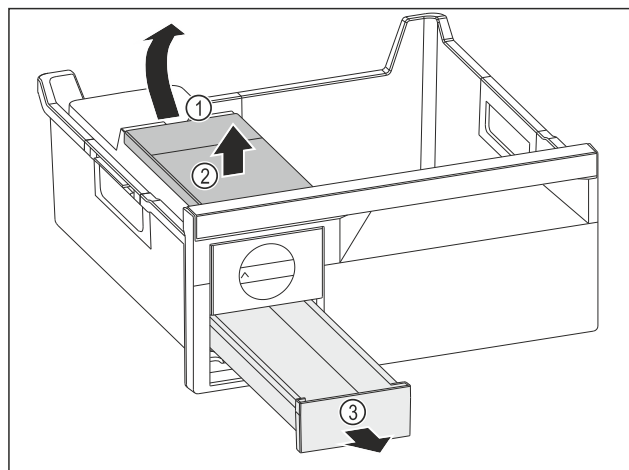

Fig. 116
- ▶ Udtagning af vandtank: Løft vandtanken i udsparingen Fig. 116 (1).
- ▶ Tag vandtanken Fig. 116 (2) op og ud.
- ▶ Tag isterningskuffen Fig. 116 (3) frem og ud.